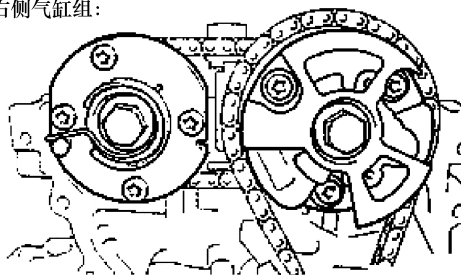

图 1-46 固定凸轮轴正时齿轮
① 逆时针旋转曲轴 10°, 松开曲轴正时链轮的链条。
② 拆下带轮固定螺栓。
③ 从曲轴正时链轮上拆下链条, 将链条放在曲轴上。
④ 顺时针旋转右侧气缸组上的凸轮轴正时齿轮总成(大约 60°), 并如图 1-46 所示进行固定。务必松开缸组间的链条。